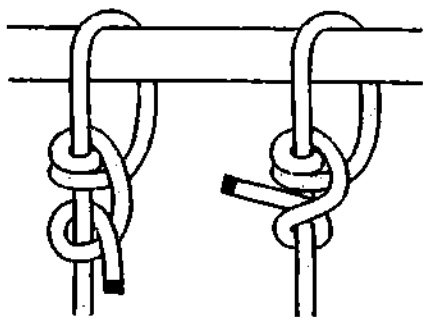

Рис. 537. Двойной штык.
*Двойной штык и регулируемый затягивающийся узел* – два очень хороших узла (рис. 537, 538). Дополнительный шлаг повышает безопасность узлов, однако несколько увеличивает время на завязывание. *Двойной штык, перевернутый штык* и *регулируемый затягивающийся узел* являются не только отличными штыками (узлами для крепления троса к опоре), но и неплохими регулируемыми петлями (стр. 377).